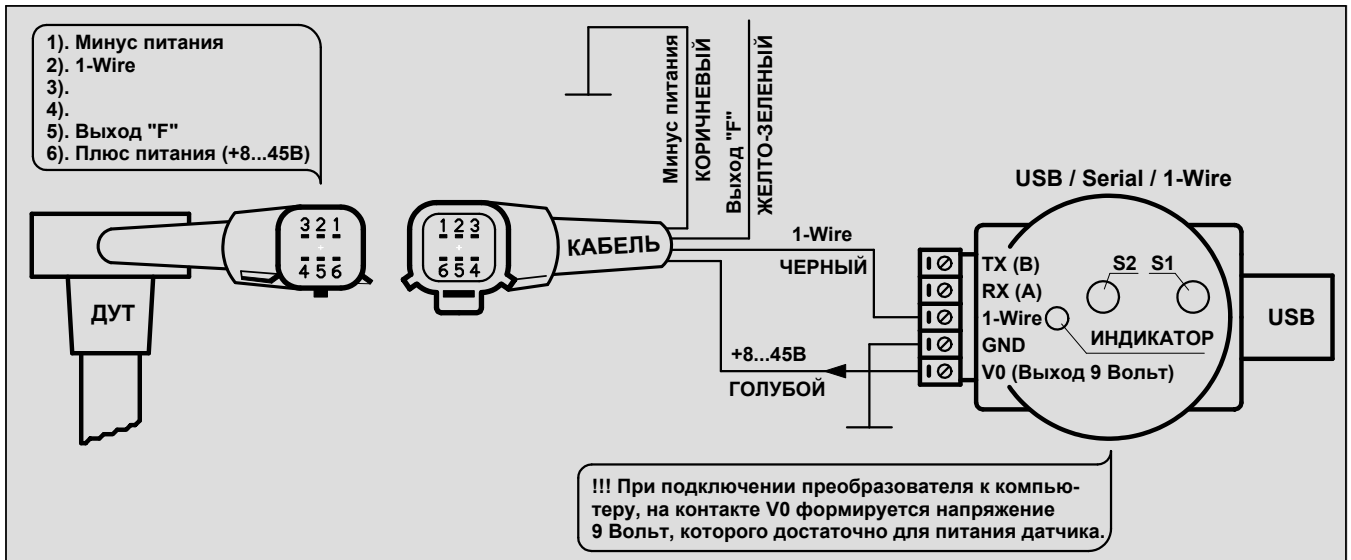

Рис. 1. Схема подключения датчиков Вектор-Тв к компьютеру по интерфейсу 1-Wire.
Если производилась обрезка зонда, то калибровка датчика обязательна. Схемы подключения датчика (в зависимости от модификации) к компьютеру приведены на Рис.1 – 4.
3. Если датчик откалиброван «с учетом обрезки», то перейдите к пункту 4. Если нет, то проведите калибровку датчика. Для проведения калибровки, датчик должен быть подключен к компьютеру по одной из схем подключения изображенных на Рис. 1 – 4.
Для проведения тарирования, датчик должен быть подключен к компьютеру по одной из схем подключения изображенных на Рис. 1 – 4.